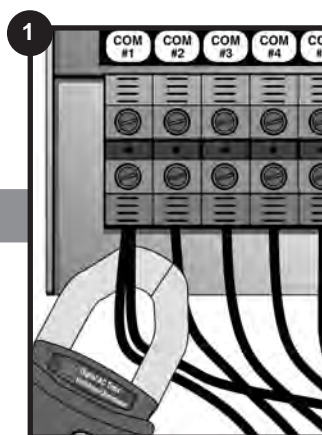

Fig. 18. Midiendo los amperes de las terminales comunes
- 1 **Mida el la carga total de amperes en cada terminal común.** (Fig. 18.)